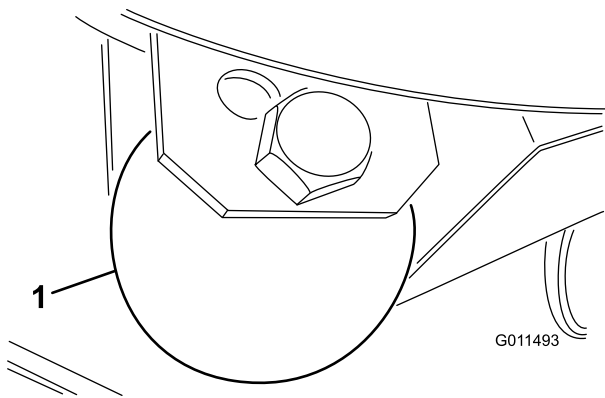

Figure 28
- Enlevez le boulon et l'écrou qui fixent la roue de jauge aux supports du plateau de coupe (Figure 28).